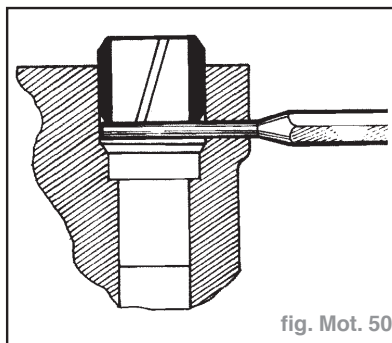

fig. Mot. 50
- Mettre les douilles à hauteur correcte en utilisant un chasse-goupilles \varnothing 3 mm (fig. Mot. 50).
- Introduire une tige de Ø 3 mm (chasse-goupille) dans chaque logement de douilles de centrage et placer celle-ci en butée sur les tiges pour empêcher leur enfoncement lors de la repose de la culasse (fig. Mot. 50).